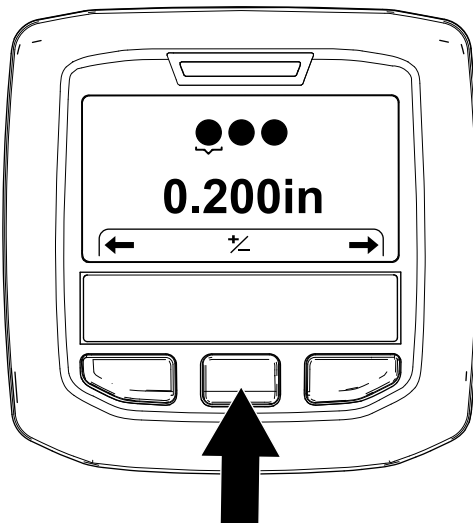

Figura 58
3. Apăsai butonul InfoCenter din dreapta până când se afișează ecranul Setting the Tine Diameter (Setare diametru dinte) (Figura 58).